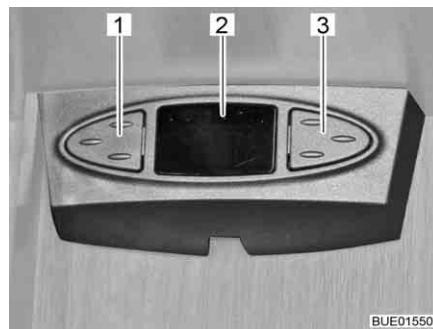

Bild 34 Satellitmus
Beroende på modell är satellitanläggningen försedd med en satellitmus. Satellitmusens indikatorer (Bild 34,2) visar den inställda kanalen. Via de båda knapparna kan satellitanläggningens grundläggande funktioner styras (sändarbyte, sätta igång/stänga av).
- Välja föregående sändare från sändarlistan: Tryck ner vänster knapp (Bild 34,1).
- Välja nästa sändare från sändarlistan: Tryck ner höger knapp (Bild 34,3).
- Växla mellan radio och tv: Tryck samtidigt kort på knapparna (Bild 34,1 och Bild 34,3).
- Till- och frångkoppling av mottagare: Tryck samtidigt kort på knapparna (Bild 34,1 och Bild 34,3) och håll ner dem.